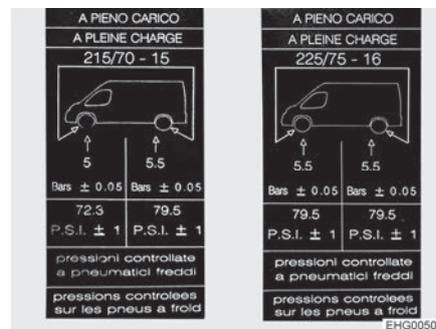

Fig. 132 Etiqueta adhesiva de información acerca de la presión de los neumáticos en la columna B (ejemplo)
- ▷ En el interior de la columna B se han fijado etiquetas adhesivas de información indicando la presión necesaria para los neumáticos (véase Fig. 132).